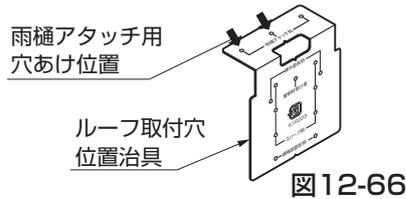

図12-66
- ①ルーフ取付穴位置治具を樋にあて、ポンチ等でケガキ $\phi 3.5$ 、 $\phi 36$ の穴を樋下部にあけてください。(図12-66、12-67参照)
- ②アタッチメントパッキン、雨樋アタッチメントを樋に【8-1】で取付けてください。
- ③縦樋の長さを調節して、ドレンエルボ、92°エルボを取付けてください。